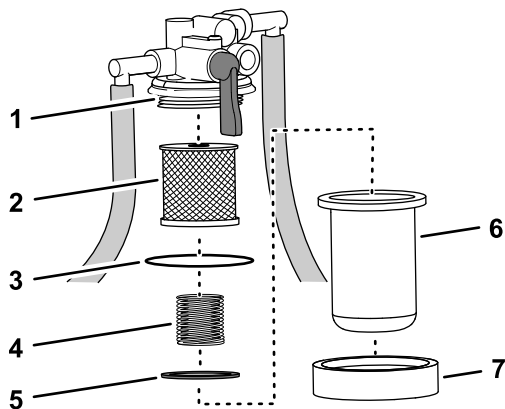

Figura 71
- Coloque un recipiente debajo del cuerpo del filtro de combustible, retire la tuerca del cuerpo y retire el cuerpo del filtro del cabezal del filtro (Figura 71).
- Monte el elemento del filtro en el cabezal del filtro; consulte Figura 71 en Retirada del elemento del filtro (página 59).
- Monte el muelle y el flotador en el cuerpo del filtro de combustible; consulte Figura 71 en Retirada del elemento del filtro (página 59)
- Monte el cuerpo de combustible y la tuerca del cuerpo en el cabezal del filtro y apriete la tuerca a mano; consulte Figura 71 en Retirada del elemento del filtro (página 59).